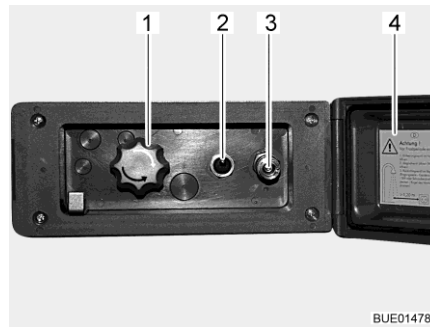

Bild 168 Duschanschluss außen
- Deckel (Bild 168,4) entriegeln und öffnen.
- Schlauch der Außendusche am Schnellverschluss (Bild 168,3) anschließen.
- Wasserpumpe mit Schalter (Bild 168,2) einschalten.
- Wassertemperatur mit Drehknopf (Bild 168,1) nach Wunsch einstellen.
- Wasserpumpe mit Schalter (Bild 168,2) ausschalten.
- Deckel (Bild 168,4) schließen und mit Schlüssel verriegeln.
- Drehknopf (Bild 168,1) auf Mittelstellung stellen.